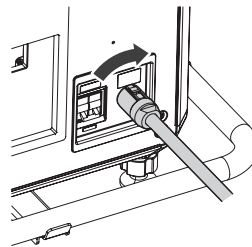

Abb. 2
- 2) Drehen Sie den Netzkabelstecker beim Einstecken in den Projektor im Uhrzeigersinn, bis er einrastet. (Abb. 2)